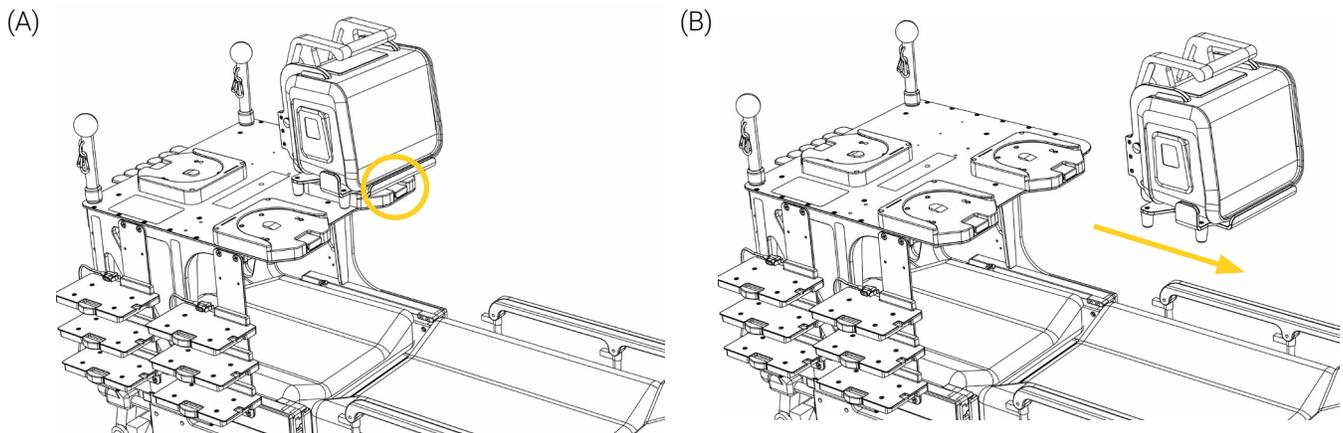

Figure 13: Retrait de l'appareil médical de la structure mobile
1. Appuyer et maintenir le bouton du mécanisme à déclenchement rapide de la Base de fixation standard, puis tirer l'appareil médical hors de la base horizontalement à l'aide de la poignée (Figure 13).